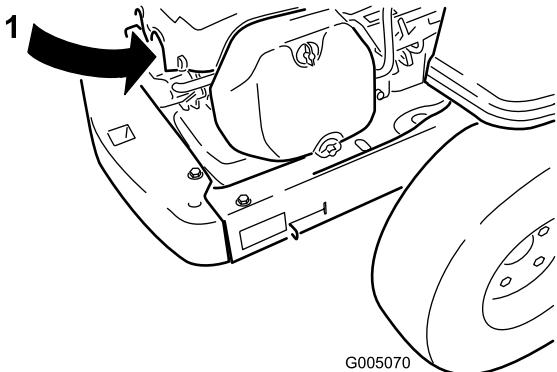

Figura 29
- Retire el cable de bujía (Figura 29). Limpie alrededor de la bujía para evitar que entre suciedad en el motor y pueda causar daños.
- Conecte el cable a la bujía (Figura 29).